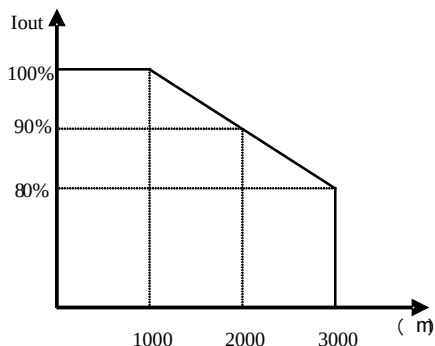

Fig. 1-7 Déclassement du courant de sortie du variateur en fonction de l'altitude
- Le déclassement doit être pris en considération lorsque le variateur est installé à haute altitude soit à plus de 1 000 m. En effet, la puissance de ventilation du variateur se détériore du fait de la rareté de l'air, comme démontré sur la Fig. 1-7 qui indique le rapport entre l'altitude et l'intensité nominale du variateur.